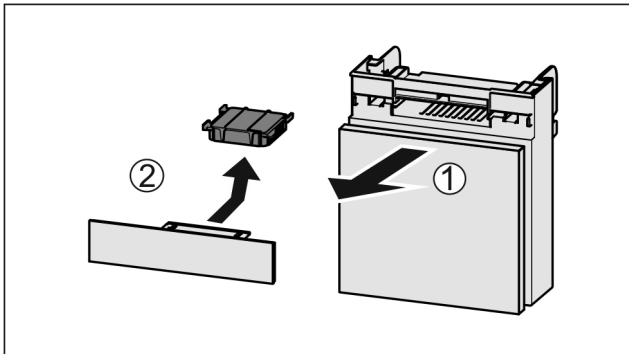

Fig. 114
- ▶ Húzza ki Fig. 114 (1) előrefelé a rekeszt.
- ▶ Vegye ki az aktívszén-szűrőt Fig. 114 (2).